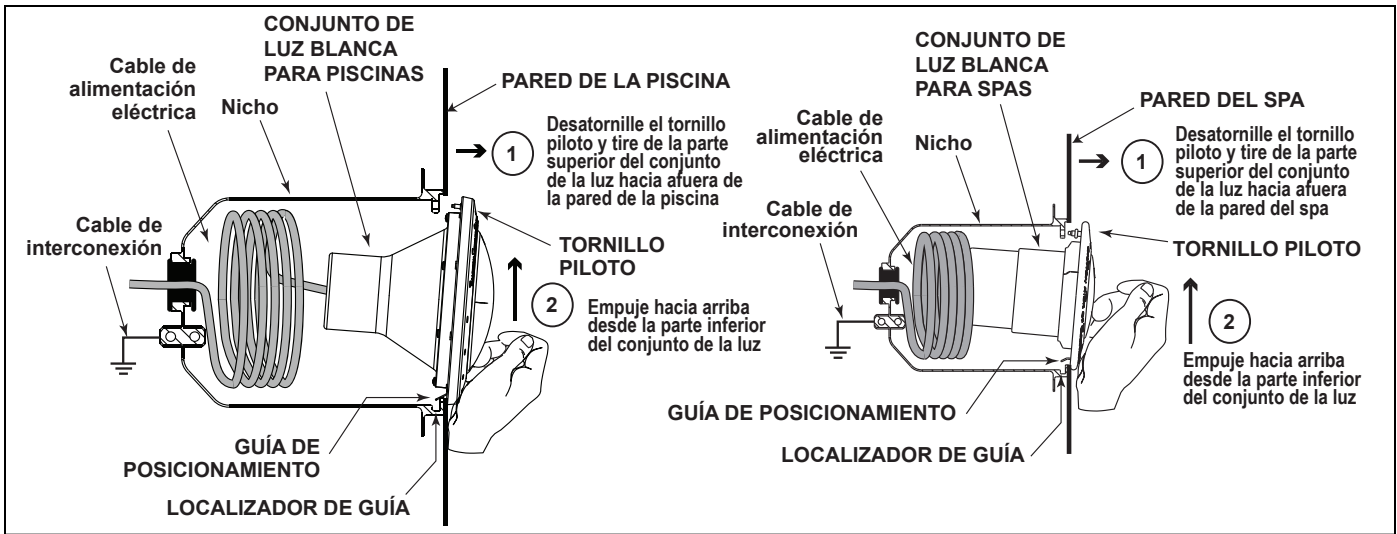

Figura 7. Extracción del conjunto de la luz blanca para piscinas y spas para reemplazar la lámpara
3. Para retirar el conjunto de la luz, desatornille el tornillo piloto especial en la parte superior del aro frontal, retire el conjunto de la luz del nicho y colóquelo cuidadosamente en el perímetro exterior de la piscina. No es necesario vaciar la piscina o el spa. Véase Figura 7.